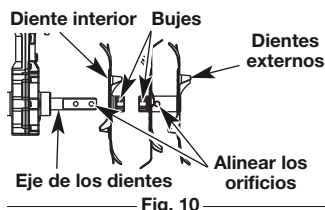

Fig. 10
5. Coloque los dientes nuevos con los bujes encarados uno al otro (Fig. 10).
NOTA: Asegúrese de poner primero en el eje el diente simple y los dientes dobles en el exterior, así como de alinear los orificios de los dientes externos y del exterior del eje (Fig. 10).